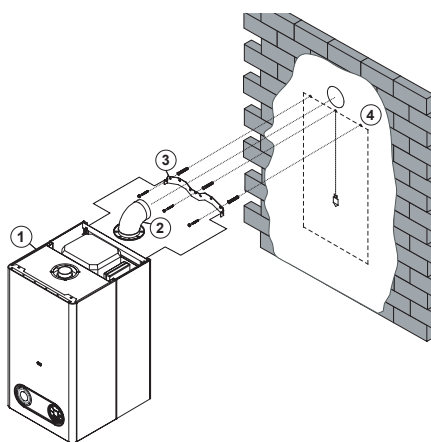

рис. 12
Порядок навески (рис. 12):
1. Для закрепления подвесной планки (входит в комплект поставки котла) котла на навесной стене обозначте линией верхнюю грань котла (рис. 12, поз. 4). Используйте уровень водяной.
2. На обозначенную линию приложите подвесную планку (рис. 12, поз. 3) и через её отверстия обозначте пункты. Последовательно просверлите соответствующие отверстия для хомутов. Установите хомуты в просверленные отверстия, установите подвесную планку а как следуют её зацепите при помощи винтов.
3. Если должен устанавливаться вариант котла с принудительным отводом продуктов сгорания (KTZ), то в случае вывода непосредственно на фасад (рис. 12, поз. 2) измерьте отверстие для прохода соосных труб (смотри присоединительные размеры котла).